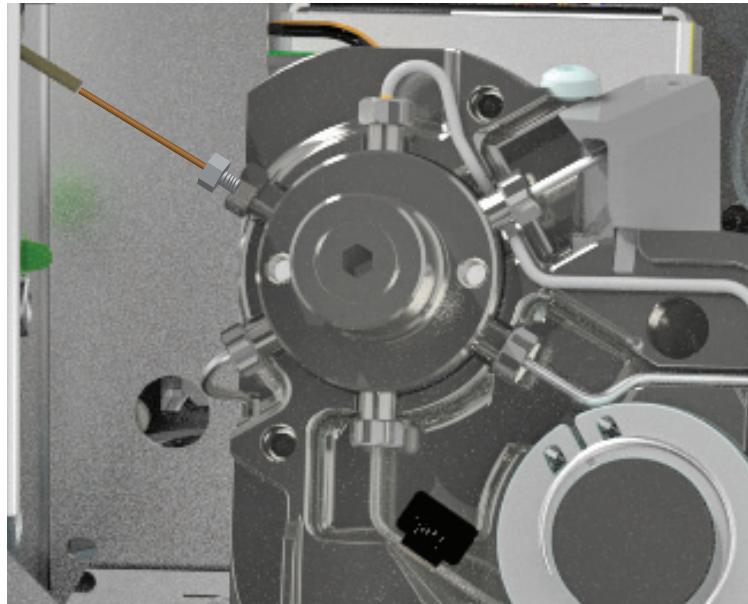

Рис. 7. Внутренний переходник диаметром 3/16" при снятой крышке крана.
- 7 Открутите гайку 3/16" во внутреннем переходнике (Рис. 7). (Для стабилизации фитинга крана используйте ключ 1/4".)